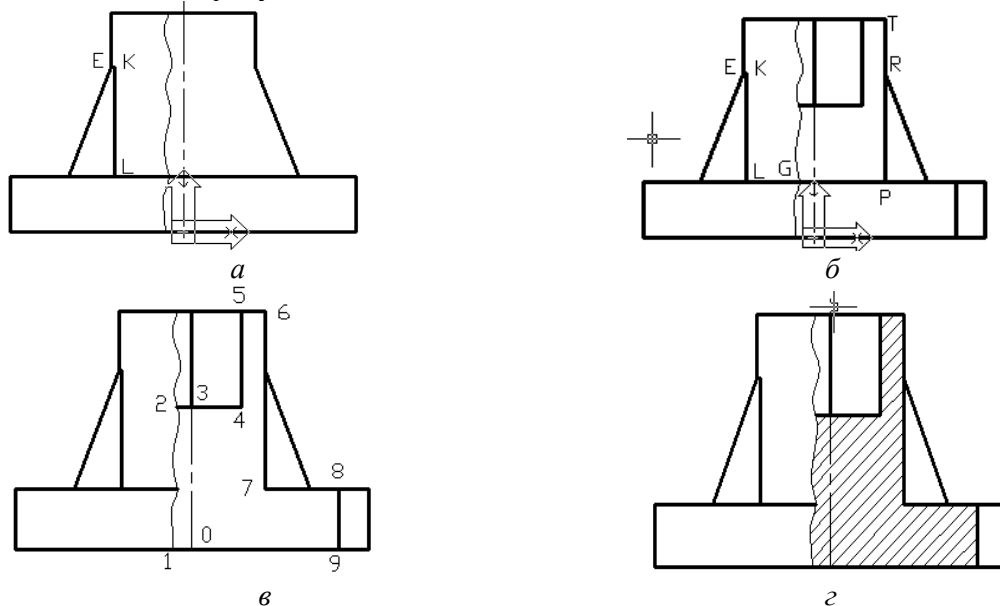

Рис. 4.4
1. Проводять суцільну хвилясту лінію зліва від осі за командою **Сплайн**. Сплайн проводять від зображення площини прилягання до проекції площини верхньої основи циліндра (рис. 4.4, а).
3. Подовжують проекцію площини дна до лінії розділу зображень, а відрізок RT – до лінії зображення верхньої площини основи (точка P) за командою **Удлинить** (Подовжити). Проводять проекцію грані пазу (рис. 4.4, б).
5. Заштриховують частину тіла корпусу в двох контурах, які виділені точками: 0-1-2-3-0 та 0-3-4-5-6-7-8-9-0 (рис. 4.4, в) за командою **Штриховка** (Штрихування). Вигляд розрізу із нанесеною штриховкою показано на рис. 4.4, г.